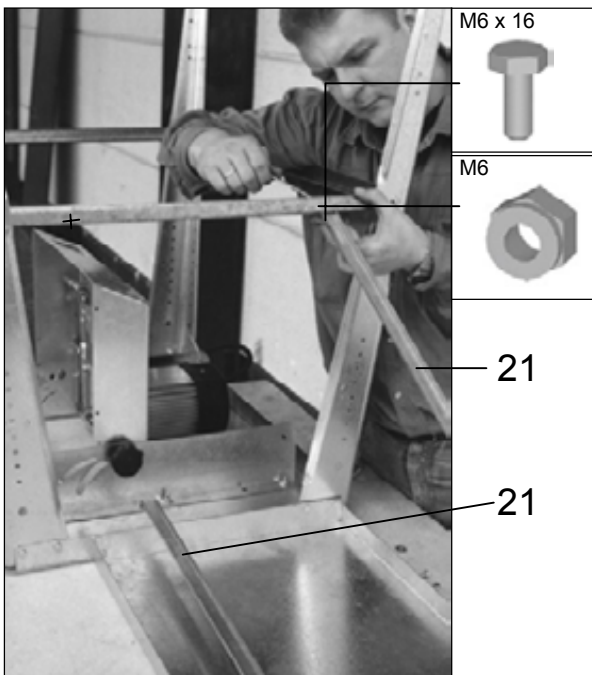

Abb. 23
- Siehe Bild 23 u. 24
- See Figs. 23 and 24.
- Voir figures 23 et 24
- Se bild 23 och 24
- Vea la Fig. 23 y 24.